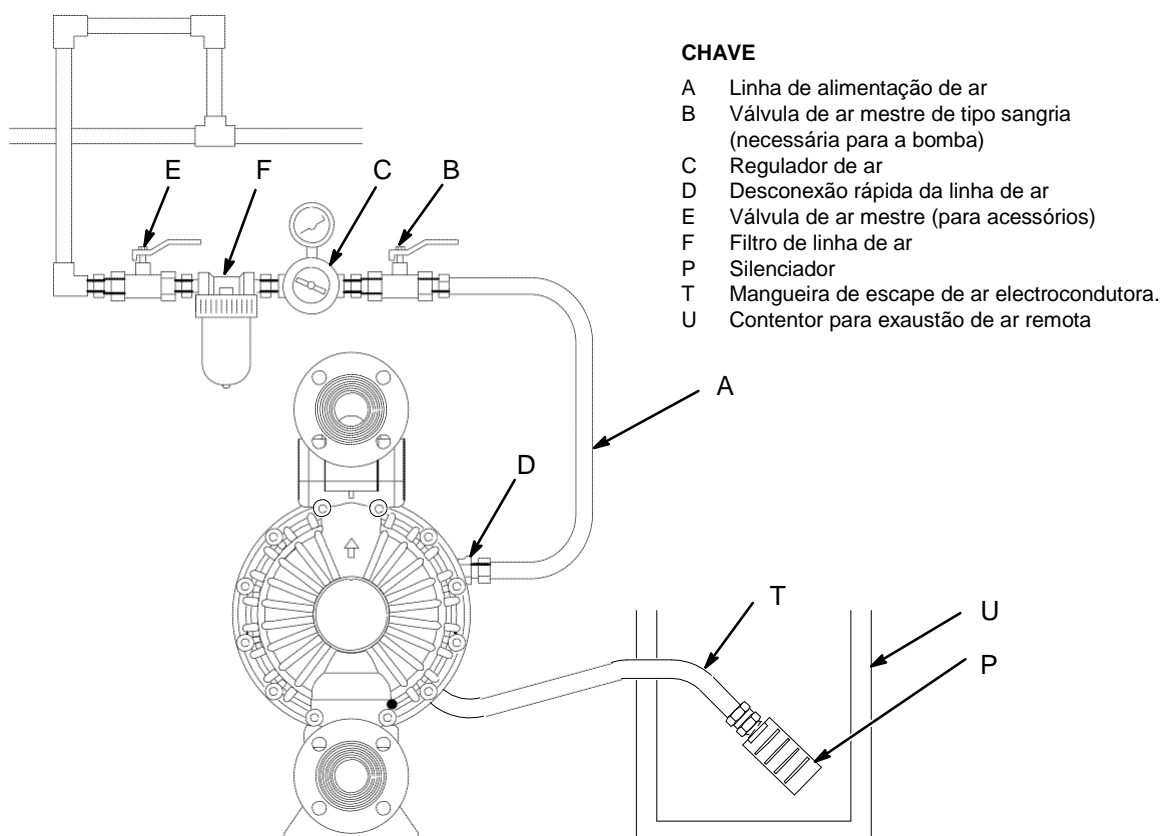

Fig. 6
A falha do diafragma fará com que o fluido seja bombeado para ventilação com o ar. Coloque um contentor adequado no final da linha de exaustão de ar para reter o fluido. Consultar a Fig. 6.
1. Remova o silenciador (P) da porta de escape de ar da bomba.
2. Instale uma mangueira de escape de ar eletricamente condutora (T) e ligue o silenciador (P) à outra extremidade da mangueira. A dimensão mínima para a mangueira de escape de ar é de 19 mm ID. Se a mangueira for mais longa do que os 4,57 m necessários, use uma mangueira de diâmetro superior. Evite arestas vivas ou curvas na mangueira. Consultar a Fig. 6.
3. Coloque um contentor (U) no final da linha de exaustão de ar para reter o fluido em caso de rutura de diafragma.